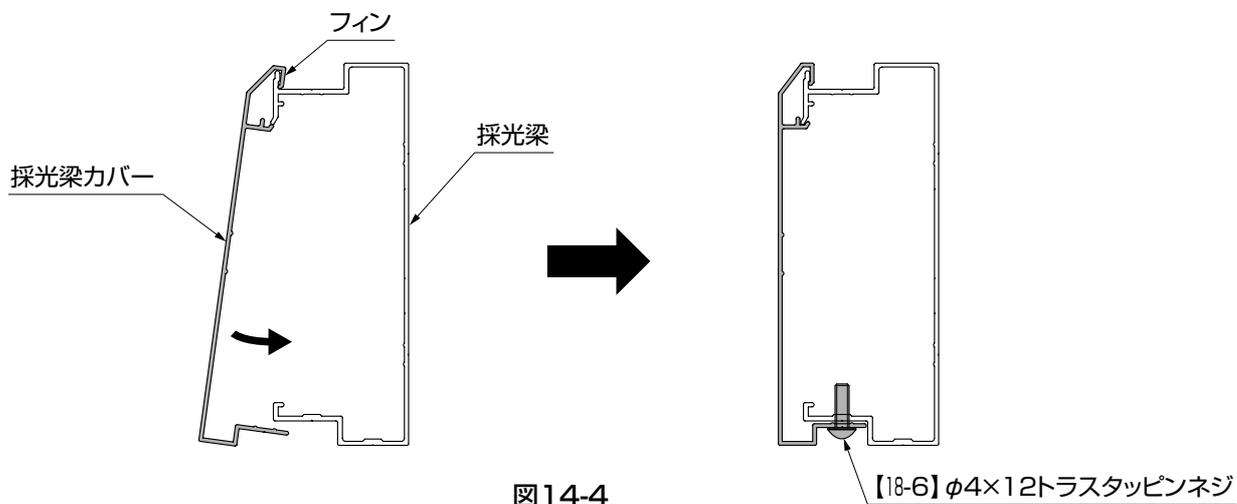

図14-4
- ① 採光梁カバーを採光梁に【18-6】で組付けてください。(図14-4参照)
- 採光梁カバーのフィンを採光梁のフィンに引っ掛けるように取付けてください。(図14-4参照)